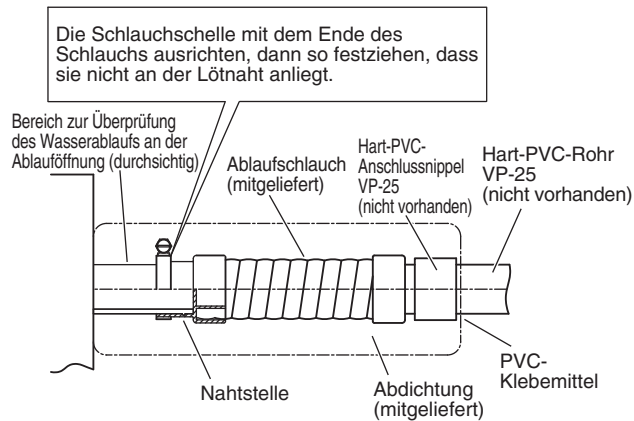

Abb. 3-8
- Ein Standard-Hart-PVC-Rohr (Außendurchmesser: 32 mm) als Ablaufleitung zusammen mit dem mitgelieferten Ablaufschlauch und der Schlauchschelle verwenden, um Leckwasser zu vermeiden. Das PVC-Rohr muss separat gekauft werden. Der transparente Ablaufteil an der Einheit gestattet die Kontrolle des Abflufs. (Abb. 3-8)
- Die Schlauchschellen so festziehen, dass die Sicherungsmuttern nach oben weisen. (Abb. 3-8)